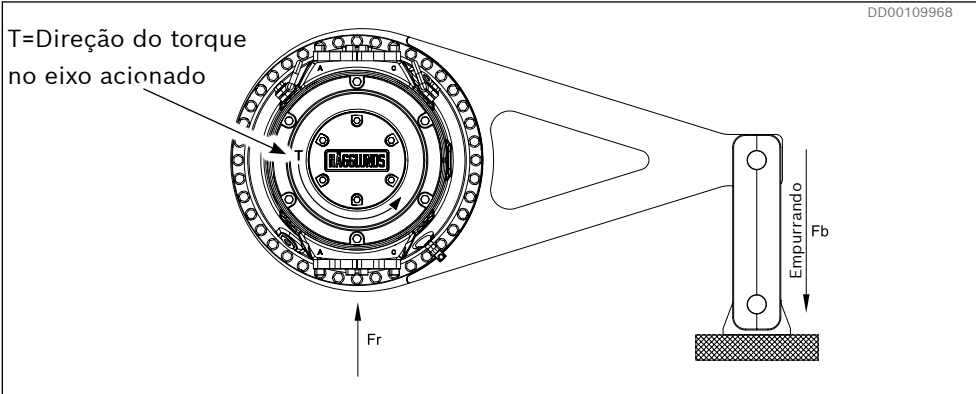
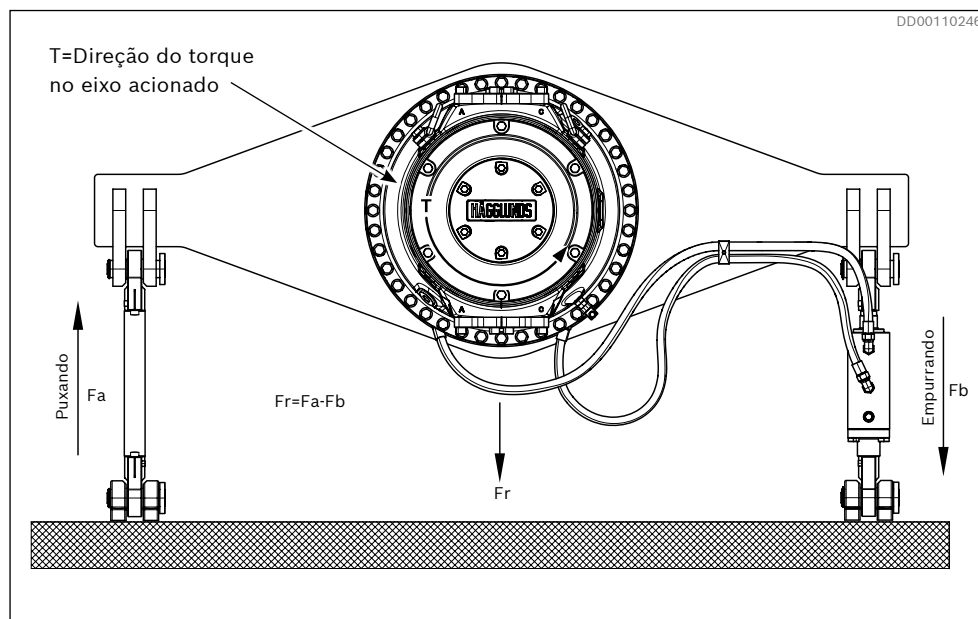

Fig. 21: Forças externas Fr, Fb para TC A
Fig. 30: Forças externas F_r , F_a , F_b para DTCA_ e DTCB_
2. Lubrifique os parafusos (1).
3. Certifique-se de que a base possa suportar as forças do braço de torque (consulte a Fig. 21, Fig. 30, Tabela 9 e Tabela 12).
6. Aperte os parafusos (1) de acordo com o torque especificado na Tabela 7.
- ▶ Certifique-se de que a fundação e a máquina do cliente possam suportar as forças do braço de torque. Consulte Fig. 21, Fig. 30, Tabela 9 e Tabela 12.